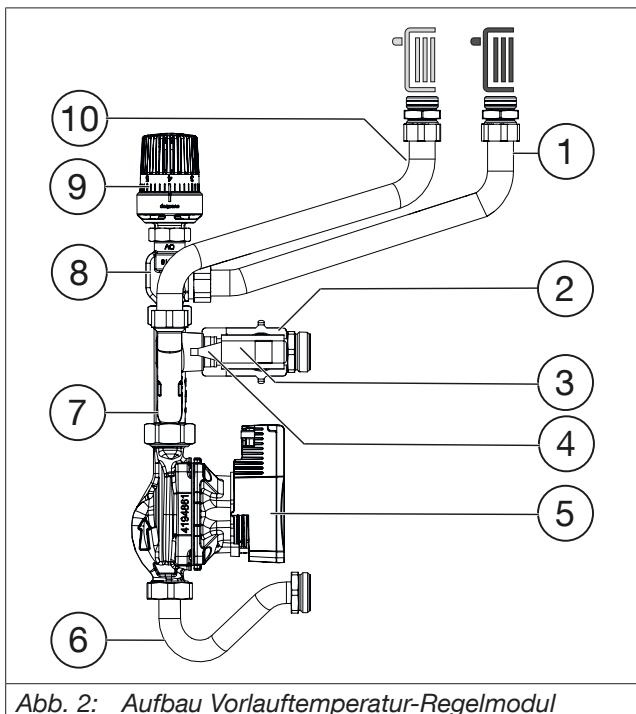
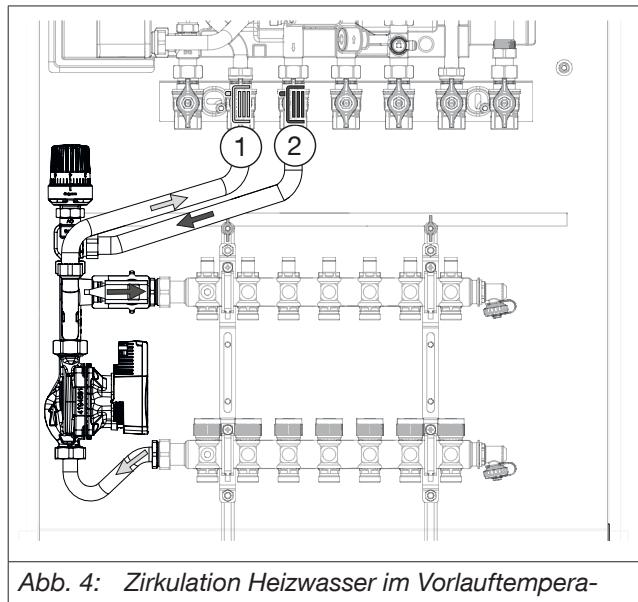

Abb. 2: Aufbau Vorlauftemperatur-Regelmodul
Abb. 4: Zirkulation Heizwasser im Vorlauftemperatur-Regelmodul
(1)	Heizkreis-Rücklauf
(2)	Heizkreis-Vorlauf
Die gewünschte Vorlauftemperatur wird mit Hilfe des Temperaturreglers (siehe Abb. 2 auf Seite 7 (9)) eingestellt. Erkennt der Anlegefühler (siehe Abb. 2 auf Seite 7 (4)) dass die Temperatur des Heizwassers zu gering ist, beginnt der Temperaturregler das Ventil (siehe Abb. 2 auf Seite 7 (8)) zu öffnen. Heißes Wasser strömt vom Vorlauf der Wohnungsstation „Regudis W-HTE“ in das Vorlauftemperatur - Regelmodul und wird dort mit dem vorhanden Heizwasser vermischt. Wenn die eingestellte Vorlauftemperatur erreicht ist, beginnt der Temperaturregler das Ventil zu schließen. Die Hocheffizienzpumpe (siehe Abb. 2 auf Seite 7 (5)) sorgt für die Zirkulation des Heizwassers vom Vorlauftemperatur-Regelmodul in die einzelnen Heizkreise des Flächenheizungsverteilers (siehe Abb. 4 auf Seite 8).
1. Schließen Sie das Vorlauftemperatur-Regelmodul an den Flächenheizungsverteiler an (Abb. 4 auf Seite 8). Beachten Sie dabei die richtige Verbindung von Vor- und Rücklauf.
2. Ziehen Sie nach der Montage des Vorlauftemperatur-Regelmoduls die Überwurfmutter fest an (Anzugsmoment 50 Nm). (Die Überwurfmutter des Edelstahlrohrs (siehe Abb. 2 auf Seite 7 (6)) an der Saugseite der Pumpe ist nur handfest angezogen.)
3. Schrauben Sie die Bauschutzkappe ab und schrauben Sie den Temperaturregler auf das Ventil (siehe Abb. 2 auf Seite 7).
7. Verbinden Sie den Vor- und Rücklauf des Vorlauftemperatur-Regelmoduls, mit Hilfe der Edelstahlwellrohre, mit der Wohnungsstation „Regudis W-HTE“ (siehe Abb. 4 auf Seite 8). Verwenden Sie dazu die beiliegenden Flachdichtungen (siehe Abb. 1 auf Seite 5).